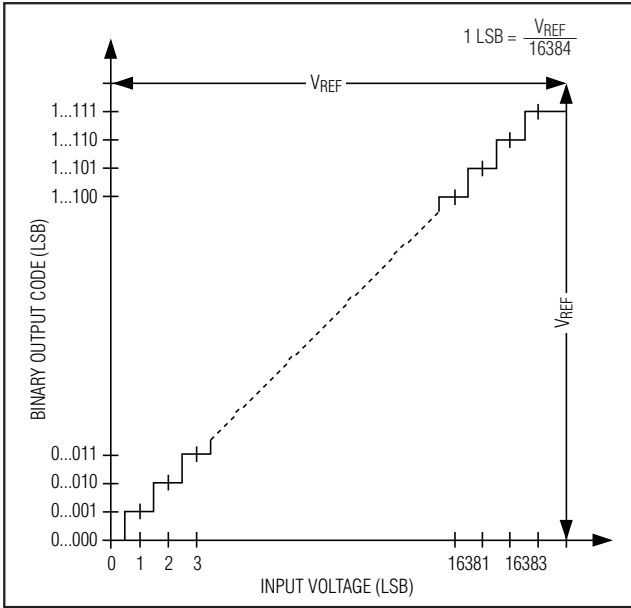
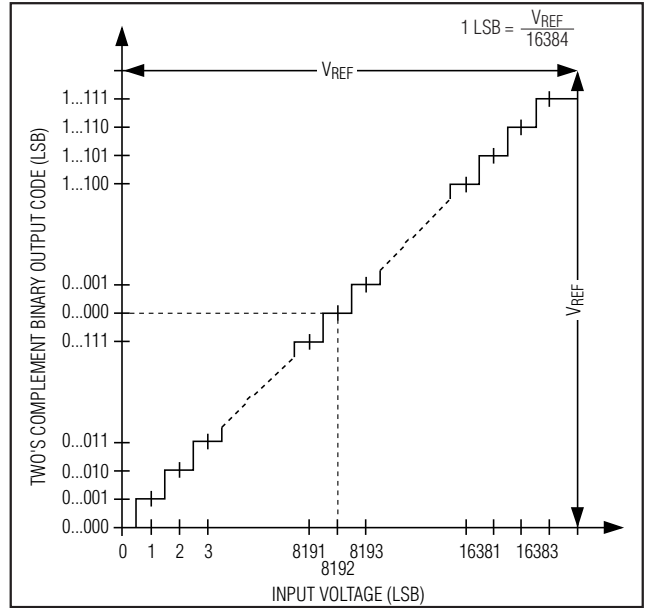

图 14. 单极性传输函数
图 15. 双极性传输函数
在单极性输入模式下，数字输出为标准二进制格式(图14)。在双极性输入模式下，数字输出为二的补码格式(图15)。数据在SCLK下降沿同步输出，MSB先出。
MAX1146-MAX1149 输出数据编码在单极性模式时为二进制格式，双极性模式时为二的补码格式， $1\text{ LSB} = (V_{REF}/2^N)$ ，其中 N 为位数 (14)。量化电平分界点位于相邻整数倍 LSB 值之间的中点。图 14 和图 15 分别为单极性和双极性输入/输出 (I/O) 的传输函数。